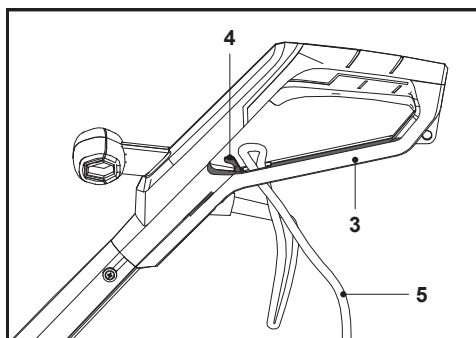

Fig. 4
1. Dobre o cabo de alimentação (5) para trás, a cerca de 60 cm da proteção de alimentação, e insira-o através do orifício da proteção traseira (3) (Fig. 4).